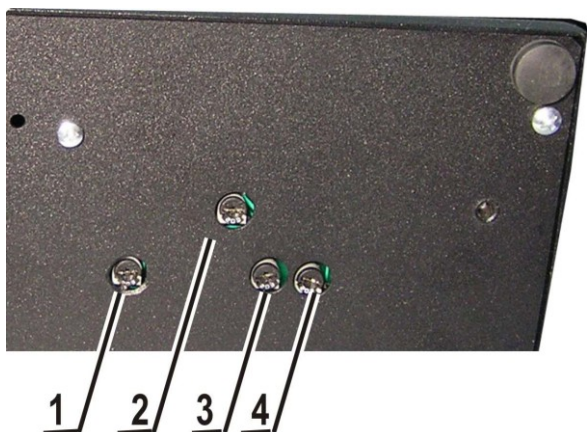

Рис.4. Регулировочные элементы основания ПГС-5-18а
Все перечисленные выше подстроенные резисторы (R43, R59, R74, R75) имеют доступ снизу через отверстия в основании пульта (см. Рис. 4).
2.3.2. Дополнительные регулировки ПГС-5-18а, расположенные на основании, представлены на рис.4.
Простой вид ремонта может быть выполнен на рабочем месте без вскрытия изделия. К такому виду ремонта можно отнести замену перегоревшего предохранителя, а также выполнения подстройки резисторами, к которым есть доступ с нижней стороны основания (см. Рис.4).